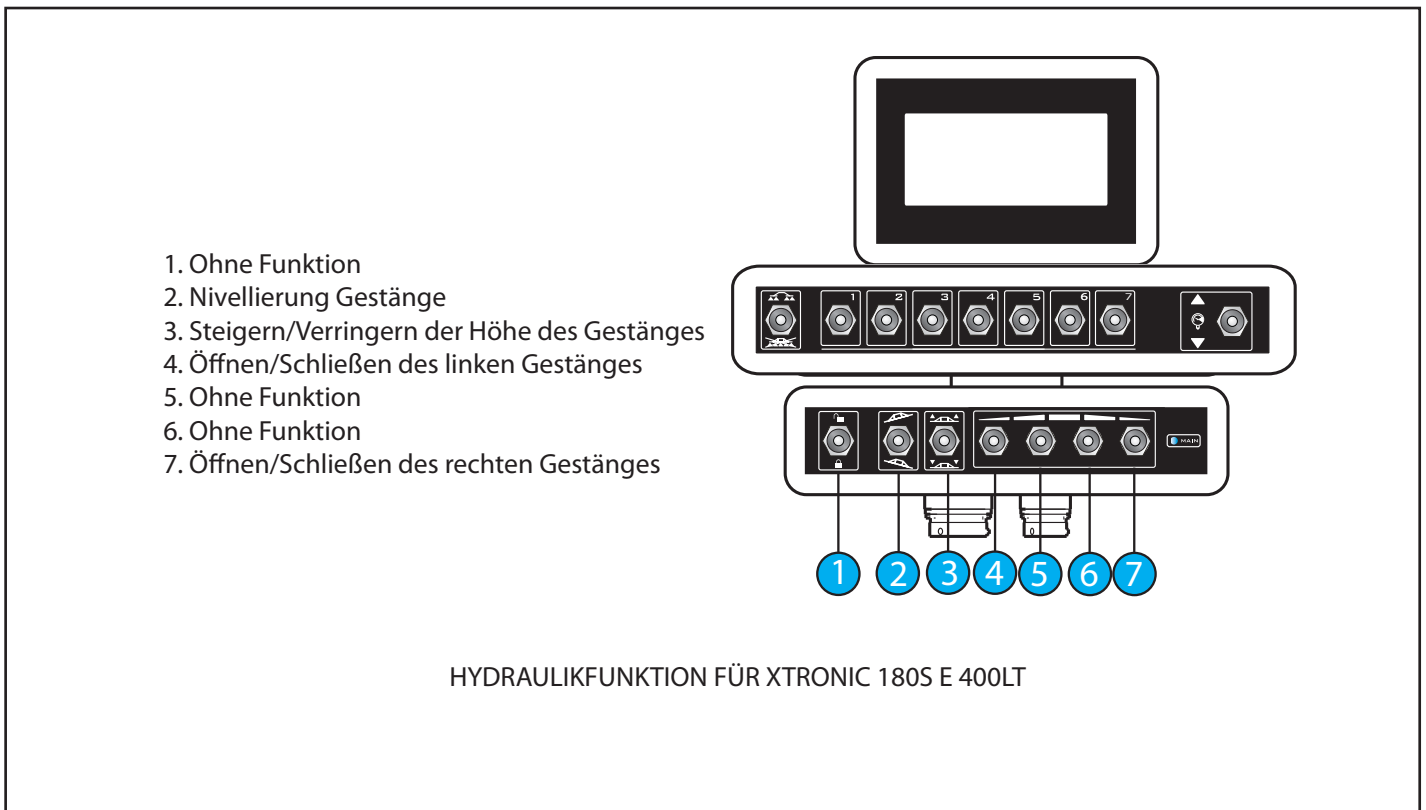

Abb. 6a
- Schalten Sie das Tastenfeld ein, versorgen Sie die Gruppe über den Verteiler des Traktors mit Öl und wählen Sie das Hubmanöver am Tastenfeld aus (**Wahlschalter 3, Abb. 6a**).
Bei Erreichen der Höhe von mindestens 30 cm über der Mindesthöhe können die Arme mithilfe der **Wahlschalter 4 und 7 (Abb. 6a)** oder gleichzeitig geöffnet werden.
- Betätigen Sie den elektrohydraulischen Wahlschalter des Lagereglers bis die gewünschte Neigung erreicht ist (**Wahlschalter 2, Abb. 6a**).